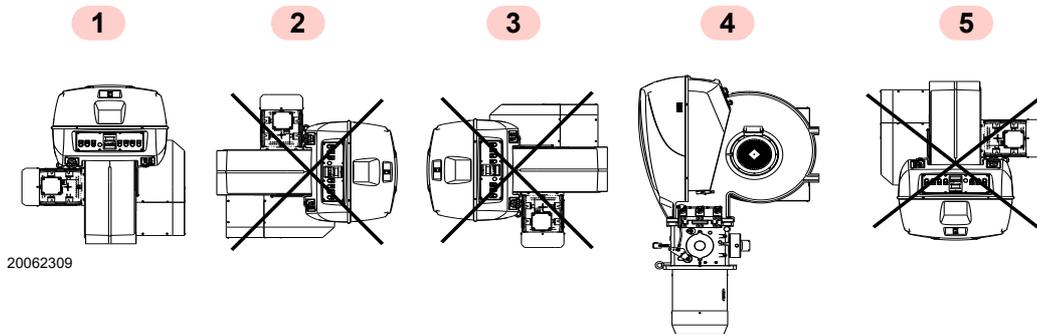

Fig. 9
- Le brûleur est exclusivement prévu pour fonctionner dans les positions 1 et 4 (Fig. 9).